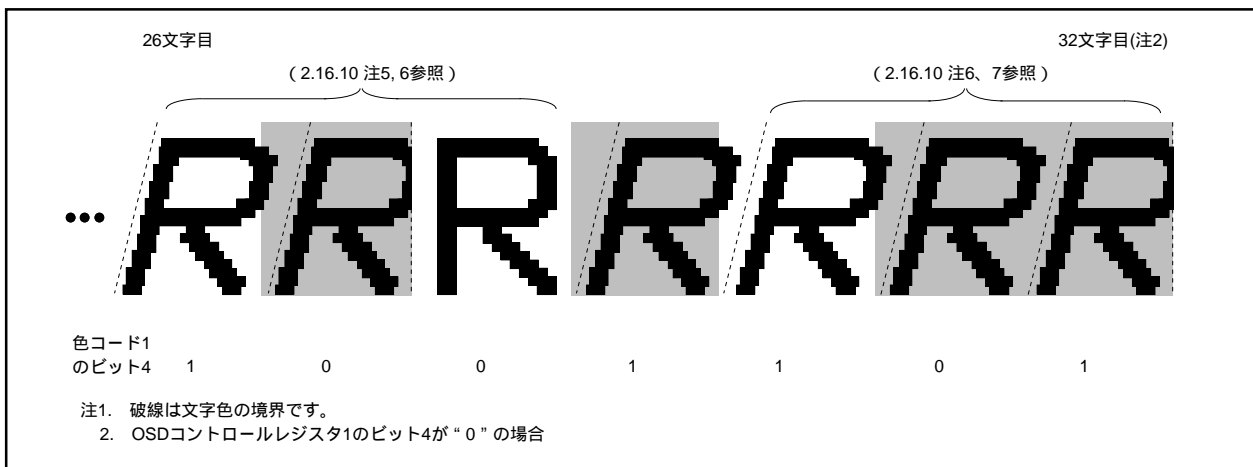

図2.16.32 イタリック表示例
5. 文字色の境界はイタリック体になりますが、文字背景色の境界はイタリックの影響を受けません（図2.16.32参照）。
6. イタリック体の文字に隣接する文字（片側又は両側）は、その文字がイタリックを指定していない場合でもイタリック体になります（図2.16.32参照）。
7. 32文字目（32文字モード）/42文字目（42文字モード）のキャラクタをイタリック体にした場合、文字領域からはみ出した部分は表示されません（図2.16.32参照）。